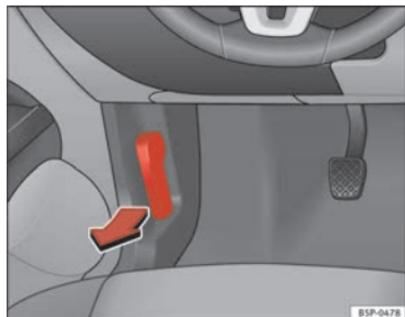

Fig. 164 Detalle de la zona reposapiés del lado del conductor: palanca para el desbloqueo del capó del motor.
- Tire de la palanca que se encuentra bajo el tablero de instrumentos ⇒ **fig. 164** en el sentido que indica la flecha. El capó queda desbloqueado por la acción resorte del muelle ⇒ **⚠**.